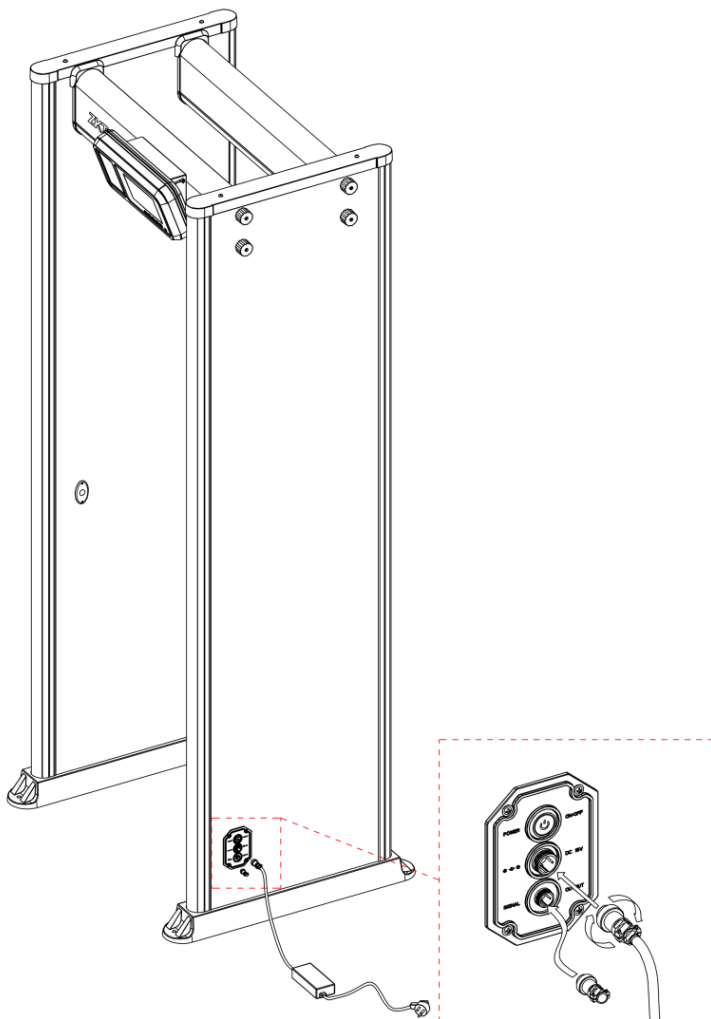

Рис. 3-12
**Этап 10:** поднимите и переместите металлодетектор в указанное рабочее положение, подключите боковой шнур питания и нажмите выключатель питания, чтобы перейти в рабочее состояние, как показано на Рис. 3-12 ниже.